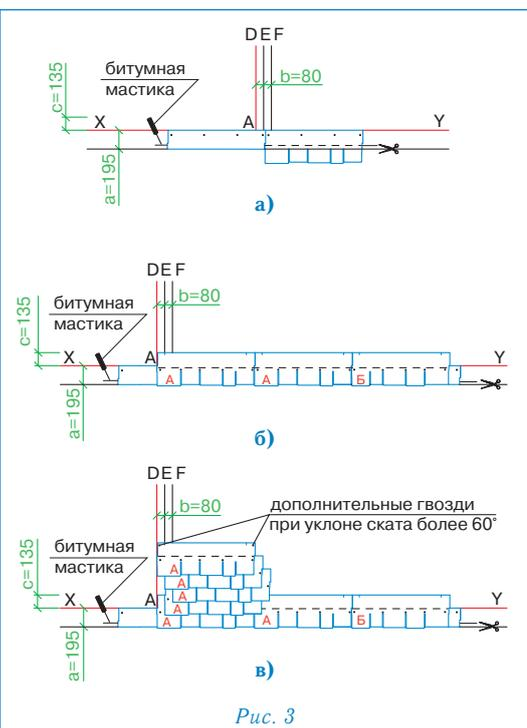

Рис. 3
Укладка материала (рис. 3)
- Начальный ряд формируется из листов черепицы ЗОДЧИЙ с обрезанными лепестками. Полученные таким образом полосы шириной 19,5 см укладываются по линии карниза в обе стороны от линии E (рис. 3а) и фиксируются по нижнему краю битумной мастикой, а по верхней кромке 4 гвоздями (ось гвоздей на 5 см ниже верхнего края полосы);
- далее первый ряд черепицы укладывается от линии AD в следующей последовательности: тип А, тип А, тип Б (рис. 3б);
- второй ряд черепицы укладывается от линии E (со смещением 8 см от AD) (рис. 3в);
Каждый лист гибкой черепицы ЗОДЧИЙ крепится 5 гвоздями таким образом, чтобы гвоздь прошивал и верхний край нижележащего листа черепицы (рис. 3б).